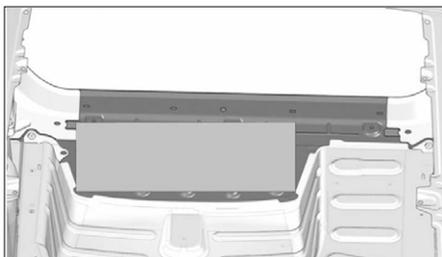

FIG. 185
- Positionner une plaque amortissante sur la jupe arrière (Fig.185).